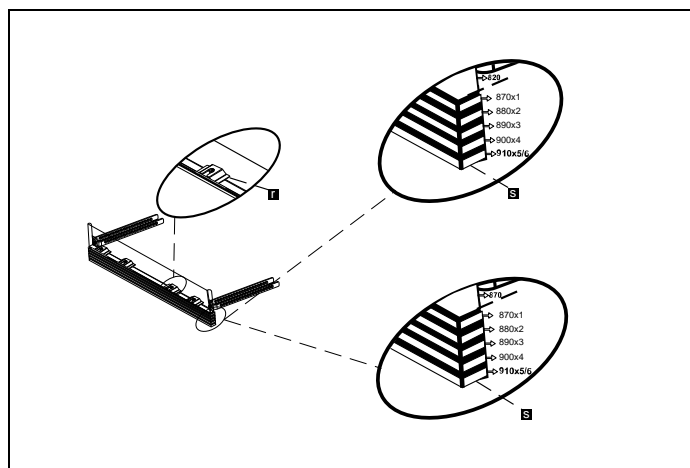

Fig. 22
- 3) Como se muestra en Fig. 22, los pies cilíndricos del zócalo ajustable se fijan a las piezas metálicas de fijación del zócalo y se introducen a través de la cavidad de la pieza.